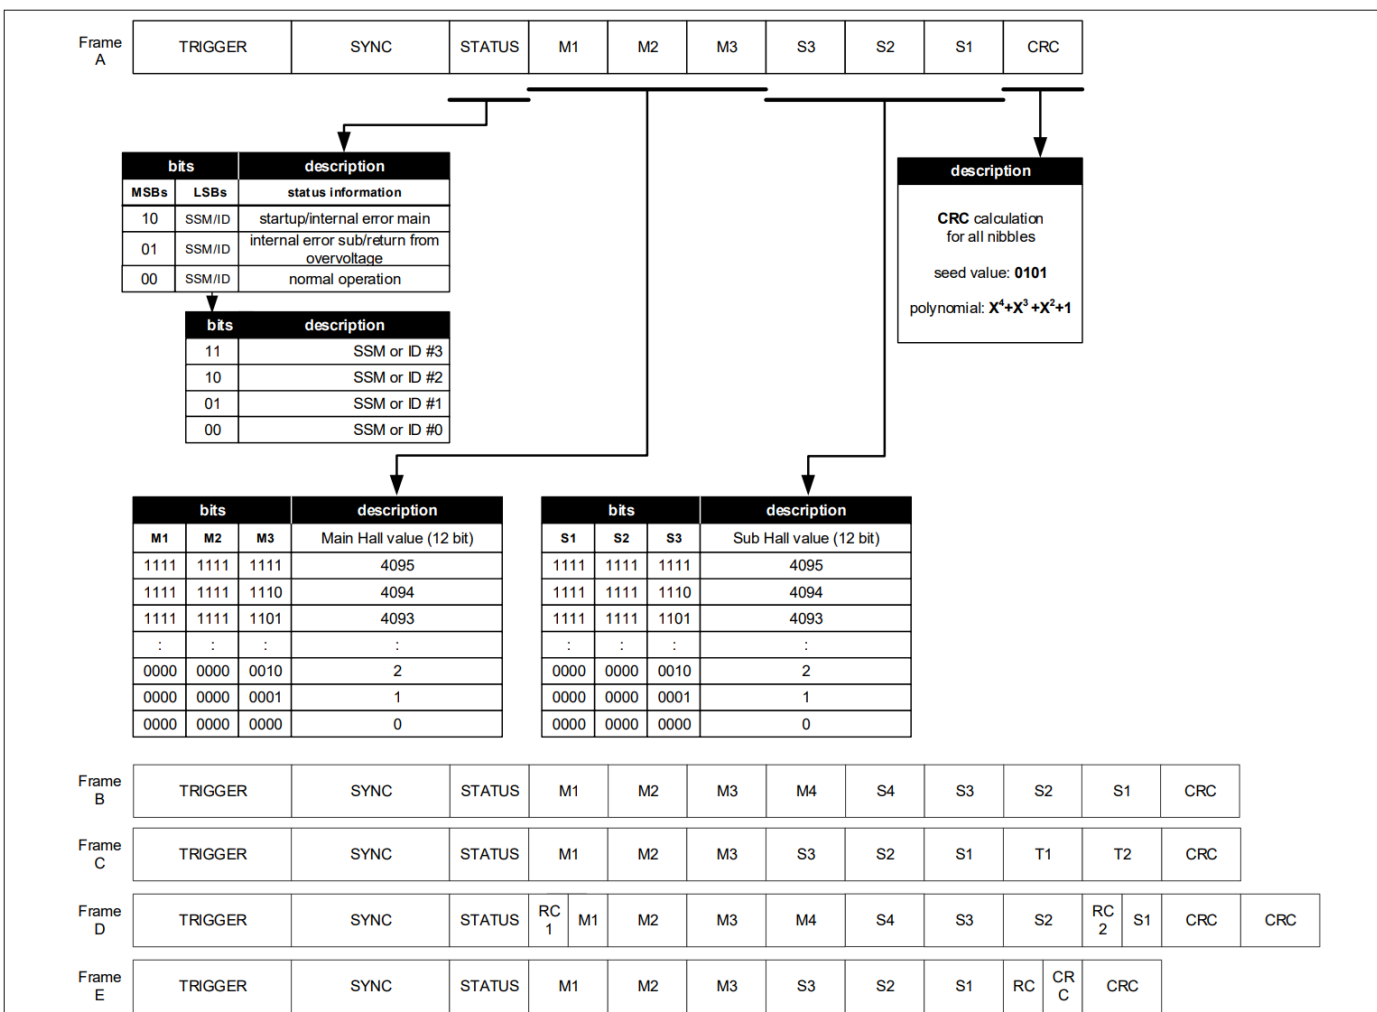

图 8 SPC 协议的内容
1) 滚动计数器与数据半字节相结合，参见图 8
2) 滚动计数器与 CRC 半字节相结合，参见图 8
有两种可选协议都包含滚动计数器（见图 8），在帧 D 上，第一个主数据半字节中包含一个 2 位滚动计数器，第一个子数据半字节中包含另一个 2 位滚动计数器。